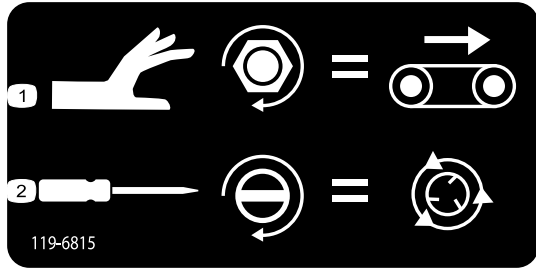

图44
- 要调整输送带速度（图44），请顺时针转动调节钮。在颜色代码操作系统中所使用的是最大输送带速度，所以可以在没有液压流量的时候进行调整。料斗装满沙子时，这一操作非常关键。
- 要调整甩盘速度（图44），请使用一字螺丝刀，顺时针转动增加速度，逆时针转动降低速度。